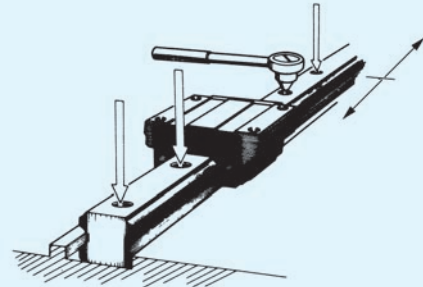

Abb. 6 Festziehen der Befestigungsschrauben
- ④ Die Befestigungsschrauben mit einem Drehmomentschlüssel auf das vorgeschriebene Drehmoment festziehen (siehe Abb. 6 und Tab. 1 und 2).